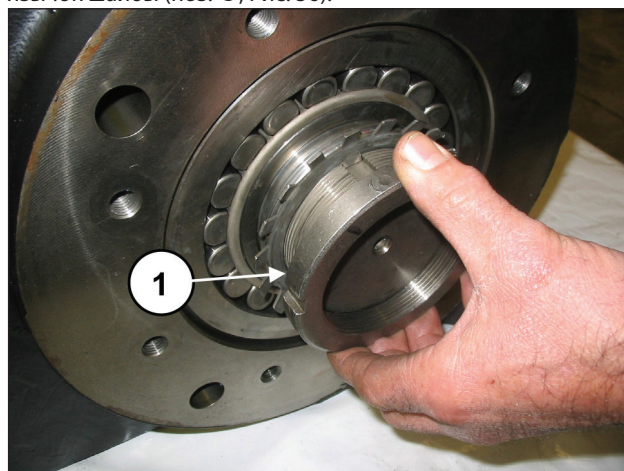
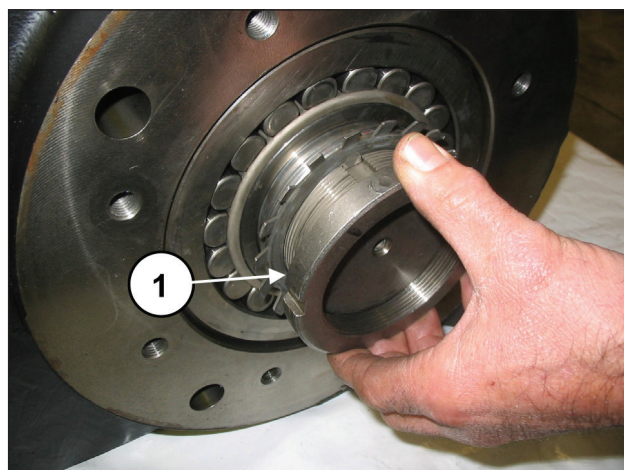
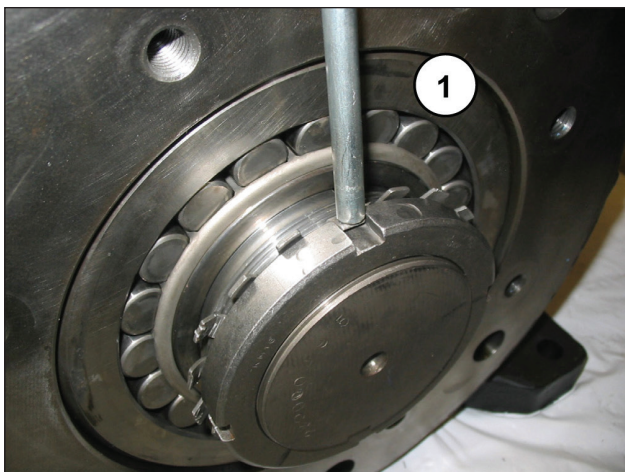

Рис. 54
Рис. 55
Рис. 56
Открутите кольцевую гайку, вставьте предохранительную шайбу (поз. ①, Рис. 54) и снова затяните кольцевую гайку до упора (поз. ①, Рис. 55), а затем загните стопорный язычок шайбы (поз. ①, Рис. 56).